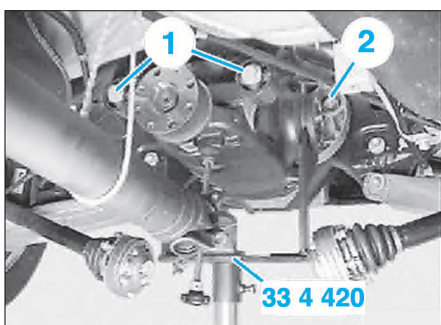

FIG. 18
- Soutenir le pont arrière avec un cric d'atelier et l'outil 33 4 420 (Fig.18).